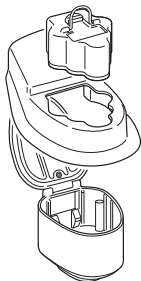

Figura 3 – Inserimento della batteria
5. Allineare il profilo dell'involucro della batteria con il riparo mobile e l'apertura della camera, quindi inserire la batteria non sterile nella camera (Figura 3).